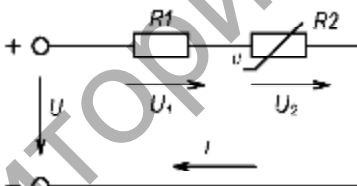

Рисунок 1.6
**Пример 2.** В цепь постоянного тока (рис. 1.6) последовательно включены линейный элемент  $R_1$  и нелинейный элемент, вольт-амперная характеристика которого задана в таблице 1.1. Построить общую вольт-амперную характеристику и графически определить ток в цепи и напряжение на нелинейном сопротивлении  $U_2$  при напряжении питания цепи  $U = 100 \text{ В}$ . Определить статическое и динамическое сопротивления элемента  $R_2$  в рабочей точке, используя исходные данные таблицы 1.1.